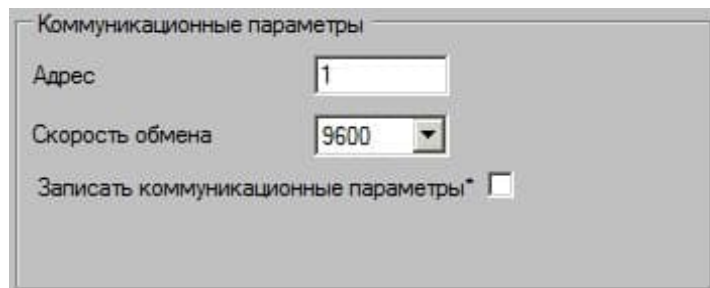

Рисунок 11 – Коммуникационные параметры
8.8 В поле «Коммуникационные параметры» (рисунок 11) задаются адрес и скорость обмена для доступа к Блоку (по умолчанию Блоку присвоен адрес 247 и скорость 19200 бод).